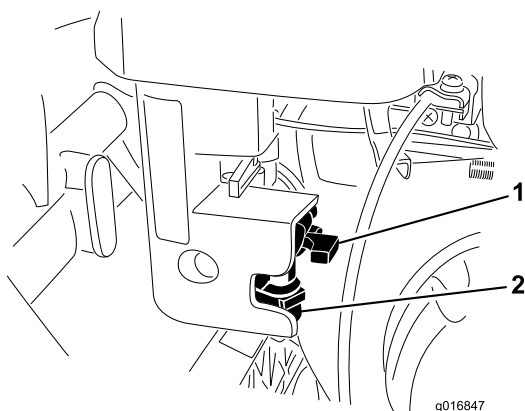

Figura 36
1. Feche a válvula de bloqueio do combustível e desaperte o recipiente do combustível do corpo do filtro (Figura 36).